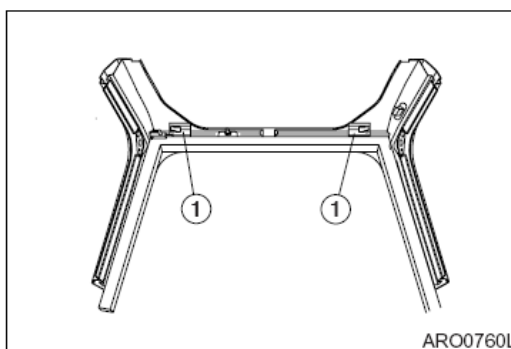

Figura 97
6. Empuje la ventana frontal para asegurarla mediante los pasadores de bloqueo (1, Figura 97).